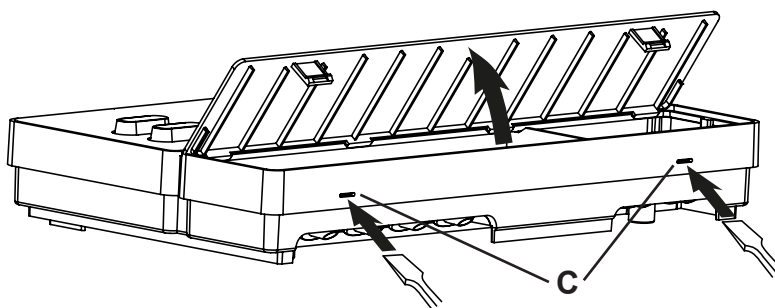

Fig. 2 Remoção da tampa da caixa
2. Pressione ligeiramente os fechos por pressão **C** com uma chave de fendas e retire a tampa da caixa (ver **Fig. 2**).